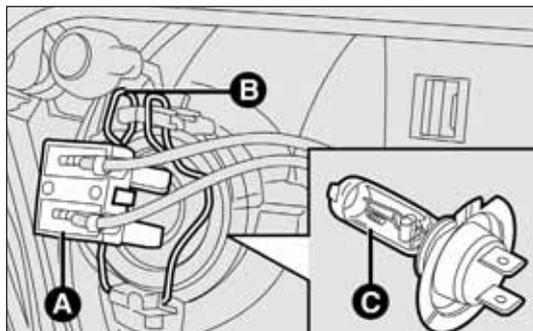

fig. 179
- desconecte el conector eléctrico A-fig. 179;
- desenganche el muelle de sujeción de la lámpara B-fig. 179;
- extraiga la lámpara C-fig. 179 y sustitúyala;